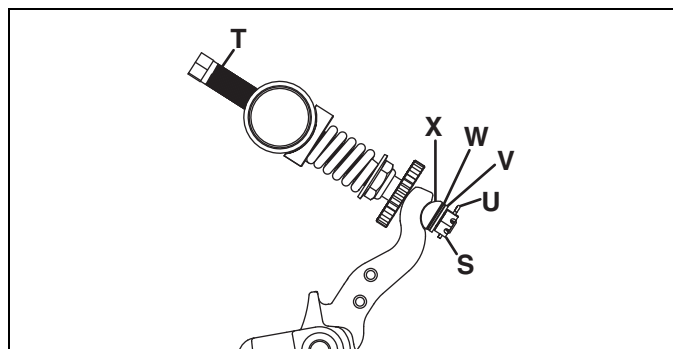

Figura 9G
1. Rimuovere coppiglia **(U)**, dado a intagli **(S)**, molla a tazza **(V)**, rondella di spessoramento **(W, se necessario)** e il mezzo perno di articolazione **(X)**. Vedere la **Figura 9G**.